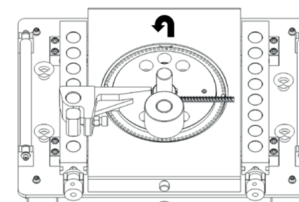

Рис. 5. Подача арматуры слева
- если поворотный диск вращается против часовой стрелки, упор устанавливается слева (см. рис. 5);